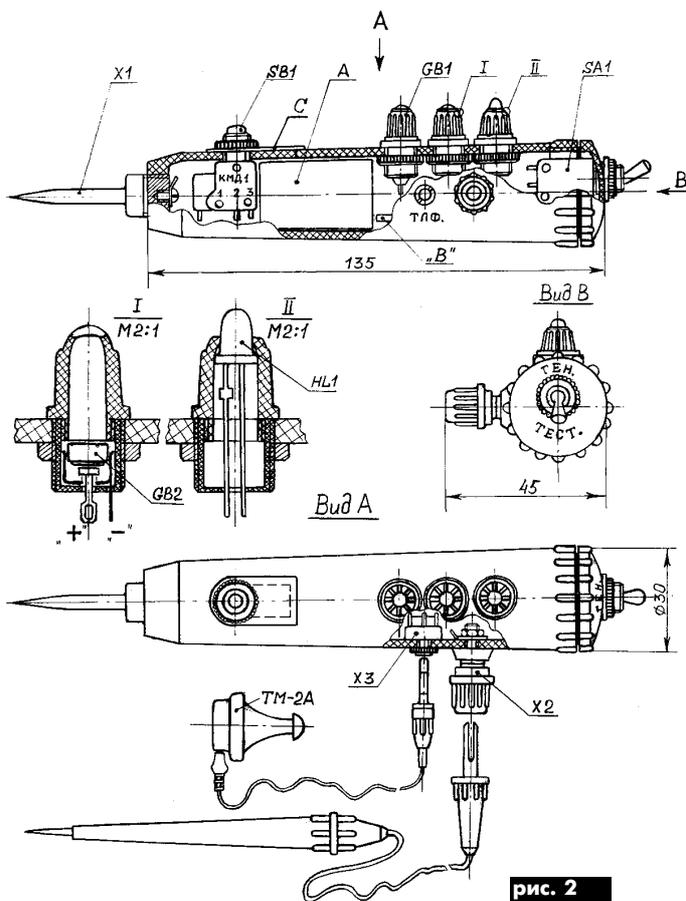

рис. 2
Конструктивно пробник размещен в корпусе от рыболовной удочки для зимней ловли (рис. 2). Печатные платы с монтажом генератора и тестера показаны на рис. 3. Самое главное при сборке и монтаже пробника соблюдать аккуратность и последовательность. Так как монтаж пробника плотный, то печатные платы желательно покрыть толстым слоем лака или проложить между платами локоткань во избежание возможных замыканий. Под кнопку SB1 в корпусе надо вырезать отверстие соответствующих размеров. Затем после установки кнопки под крепежную гайку и шайбу подложить самодельную металлическую пластинку С. Она придает жесткость креплению кнопки и закрывает отверстие. Дефицитных деталей в пробнике нет. Элементы питания GB1 и GB2 типа СЦ21 расположены внутри фонарей ФМ (рис. 2). Светодиод HL1 также устанавливается в фонаре ФМ. Предварительно в фонаре для этого удаляют контакты и стеклянный глазок колпачка. Желательно светодиод в колпачке посадить на клей типа "Феникс". Кнопка SB1 типа КМЦ1, тумблер SA1 сдвоенный типа МГДЗ.
**Приемник и передатчик представляют собой отдельные блоки и должны располагаться в отдельных корпусах, изоляция которых должна соответствовать техническим условиям по безопасности. На основании вышеизложенного предлагаю свою разработку передатчика (рис.1) и приемника (рис.2).**